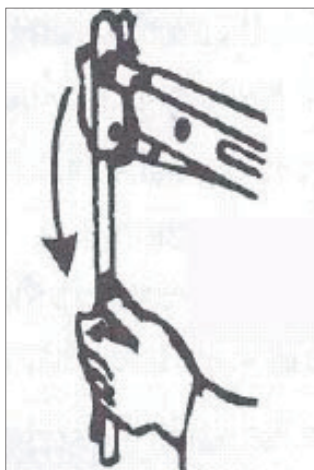

Bild 1
2. Ta tag om den främre delen av pipan med vänster hand, och pressa pipan nedåt tills det klickar till, vilket visar att fjädern är spänd (se bild 1).